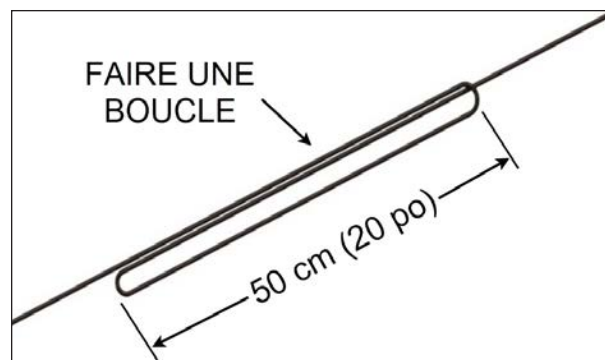

FIGURE 68: BOUCLE DU CÂBLE
2. Replier pour faire une boucle dans le câble avec vos mains. La longueur de la boucle doit être d'environ 50 cm (20 po), voir Figure 68.